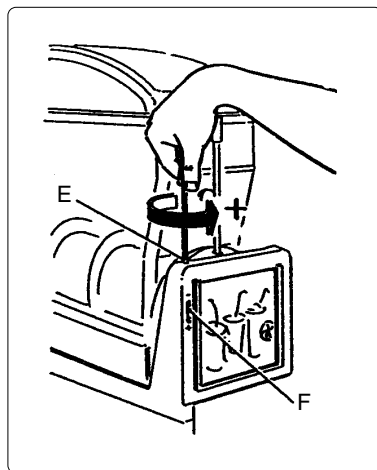

Fig. 9
- b) Para variar la consistencia del producto, mover el tornillo (E) colocado en la parte posterior de la máquina (fig. 9); girándolo en sentido de las agujas del reloj, el producto será menos denso, girándolo en sentido contrario, el producto será más denso. El indicador (F) señala el grado de mayor o menor consistencia del producto.